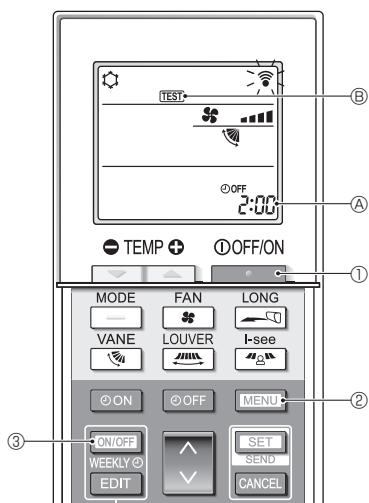

Fig. 7-5
7.2.2. De draadloze afstandsbediening gebruiken (Fig. 7-5)
- Druk op de toets ① om de airconditioner te stoppen.
- Als de Week-timer ingeschakeld is (**WEEKLY** is aan), druk dan op de toets ③ om de timer uit te schakelen (**WEEKLY** is uit).
- Houd de toets ② gedurende 5 seconden ingedrukt.
- Druk op de toets ②.